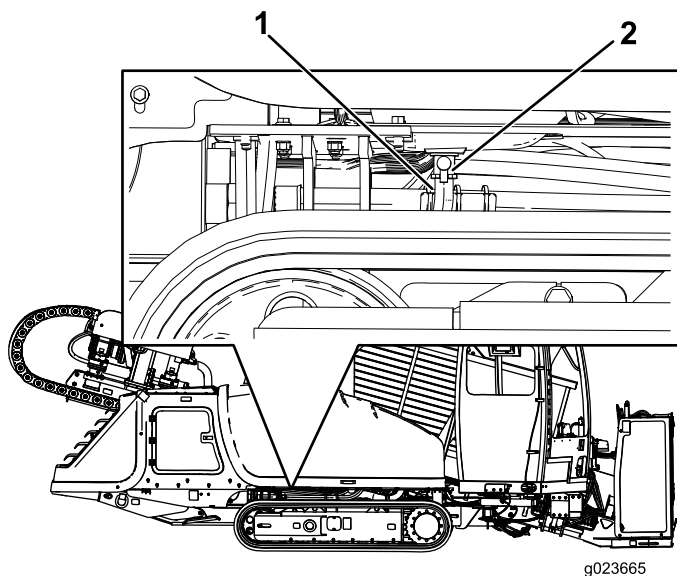

Figure 91
- Vérifiez que le flexible de vidange (Figure 91) est bien tiré vers le haut et que son extrémité est placée dans un bac de vidange.
- Ouvrez le robinet de vidange (Figure 91).
- Refermez le robinet de vidange quand la vidange est terminée (Figure 91).
- Remettez le flexible de vidange à sa position d'origine (Figure 91).